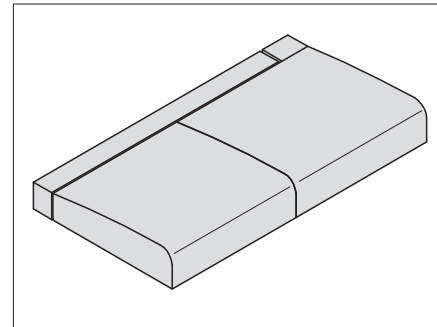
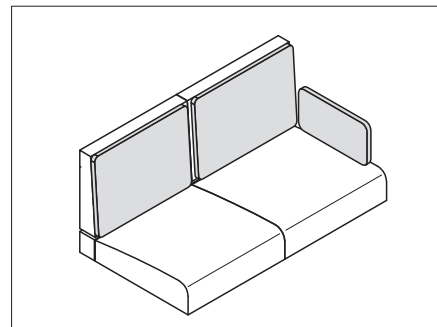

Bild 162 Sitzauflagen positionieren
Bild 164 Polster für Rückenauflagen
- Sitz-, Rücken- und Zusatzpolster wie in Bild 162 bis Bild 164 gezeigt auflegen.